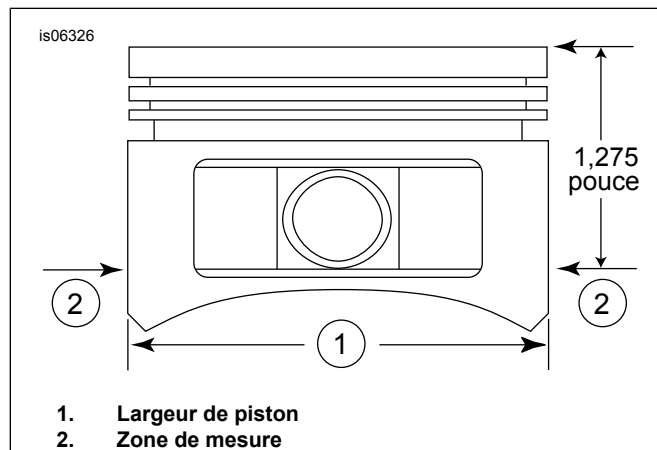

Figure 2. Dimensions de piston
5. Voir Figure 2. Mesurer la largeur du piston (1) 90 degrés à l'horizontale des deux côtés du trou d'axe de piston et à 32,385 mm (1,275 po) vers le bas à partir de la surface de plateau (supérieure) du piston (2). Voir le Tableau 5 pour l'ajustement piston/cylindre à cet emplacement.